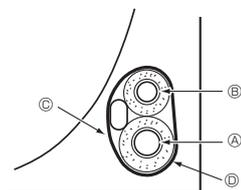

Fig. 4-4
- (A) Tuberías de refrigerante locales
- (B) Tuberías de refrigerante de la unidad
4.4.1. Alojamiento en el espacio para tuberías de la unidad (Fig. 4-4)